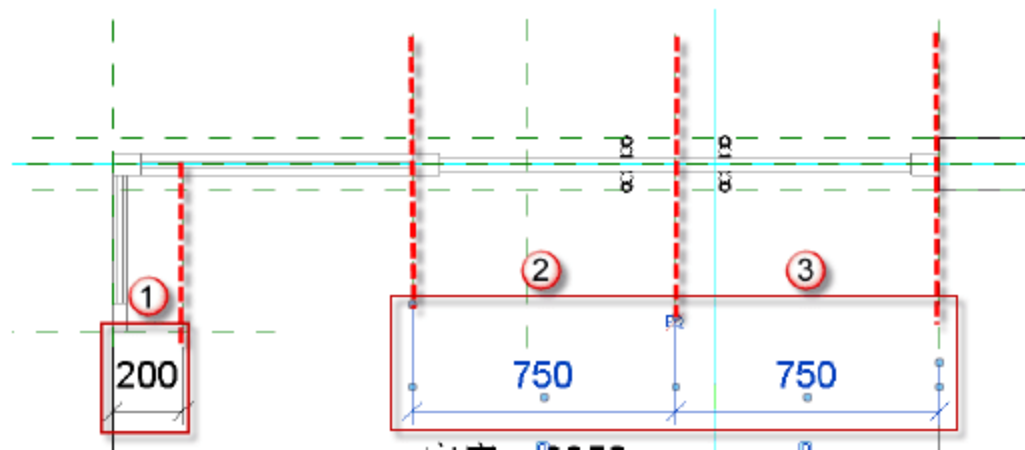
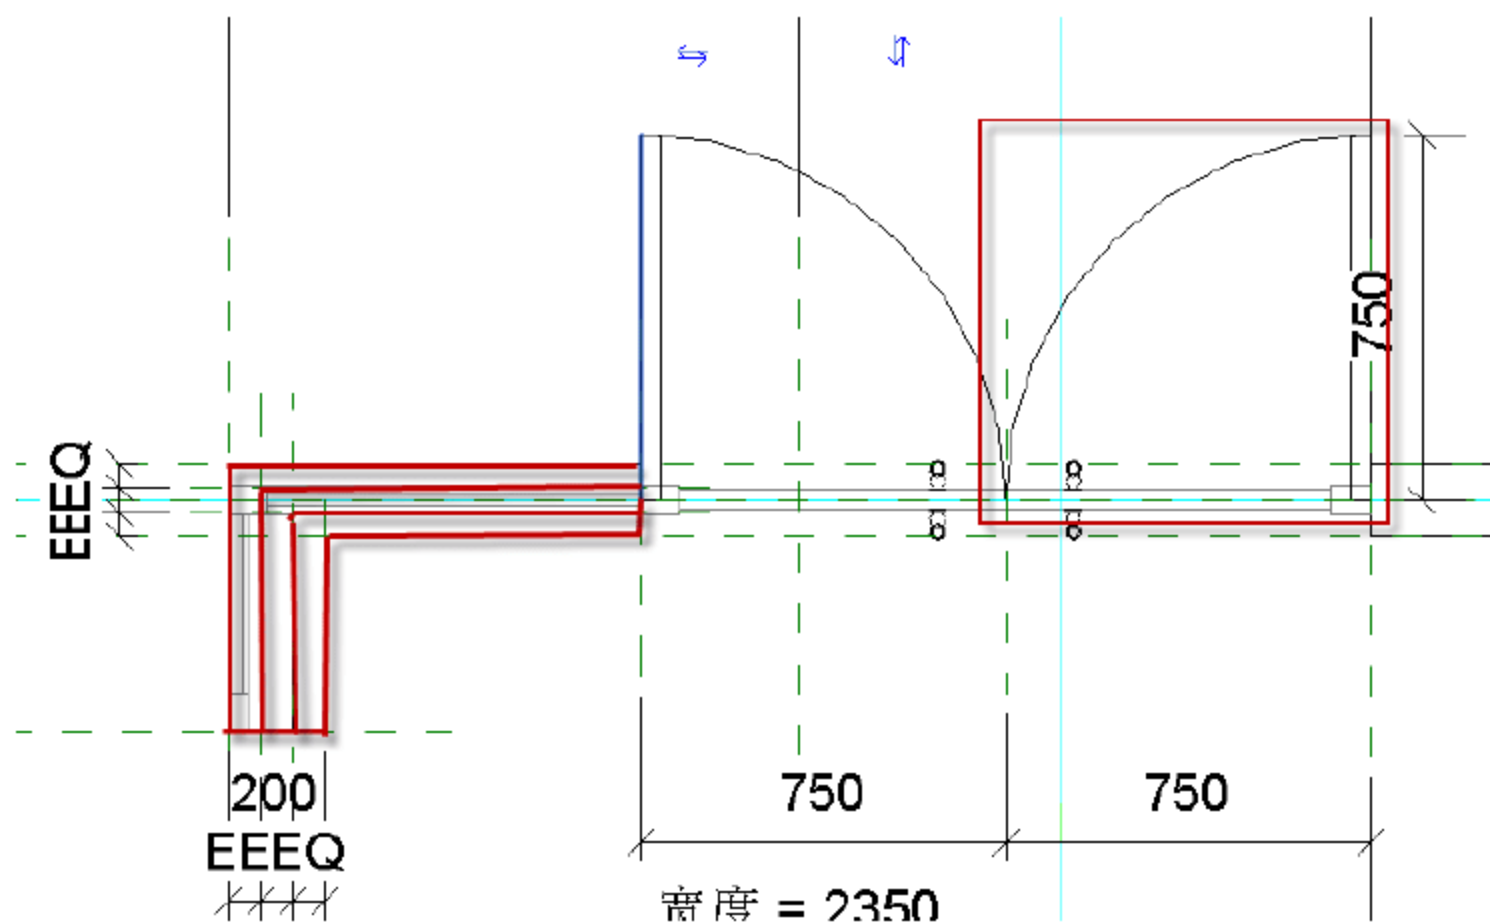

图 6.3.80 辅助线标注
图 6.3.81 绘制 MC2934 的平面轮廓线
(36) 绘制 MC2934 的平面轮廓线。选择“项目浏览器”中的“楼层平面”→“参照标高”命令，进入门的参照标高视图。按快捷键 R+P，作出墙体和门的宽边辅助线，并标注且将标注锁定，如图 6.3.80 所示。选择“注释”→“符号线”命令，绘制如图 6.3.81 的“门（投影）”，按快捷键 D+I，为“门板轮廓线”长边做标注并将此标注锁定。按两次快捷键 M，以门的中轴线镜像复制。